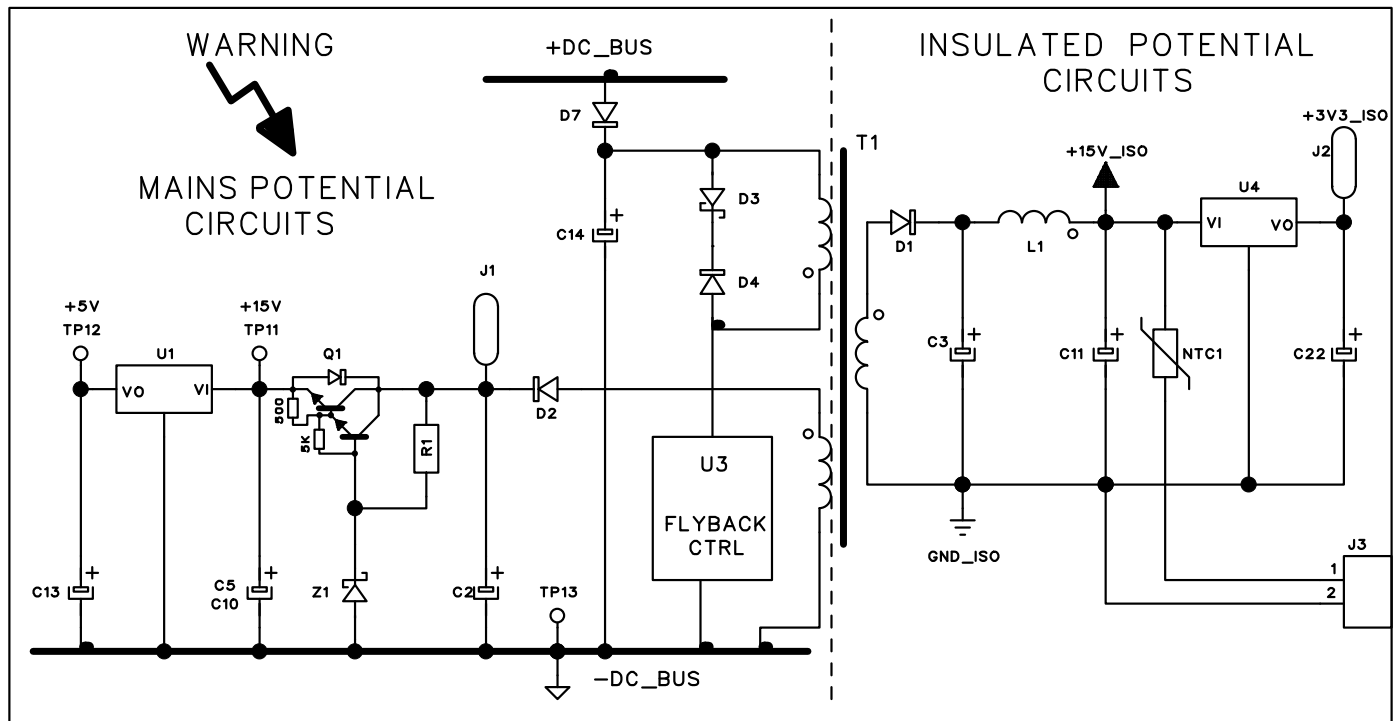

Fig. 2.3.2
Conectado directamente a los condensadores-DC, un convertidor flyback, presente en tarjeta potencia (45), genera las tensiones de alimentación de todos los circuitos del generador. Estas tensiones se miden en los conectores J2, J3 y en los test point J1, TP11, TP12, TP13 en tarjeta potencia (45), como indicado en Fig. 2.3.2.
- ◆ Si la tensión se mantiene en +320 Vdc controlar los circuitos del boost converter (U5, U7, Q5, Q6, D11, D12 etc.) y las tensiones en TP11 y TP12 de tarjeta potencia (45), como indicado en Fig. 2.3.2 (alimentaciones circuitos del boost converter).
- ◆ Sustituir tarjeta potencia (45).
- Tarjeta potencia (45), test point TP11(+), TP12(+) y terminal de R32 SHUNT o TP13(-) = tensiones como indicado en Fig. 2.3.2 (alimentación circuitos del boost converter).
- Tarjeta potencia (45), conectores J2 y J3 = tensiones como indicado en Fig. 2.3.2 (alimentación circuitos del inverter).
- ◆ Desconectar temporáneamente, con generador apagado, J3 y J7 de tarjeta potencia (45). Volver a encender el generador y verificar nuevamente las tensiones en tarjeta potencia (45). Si no correcto, individuar los componentes defectuosos en tarjeta potencia (45) basándose en el esquema de Fig. 2.3.2 y sustituirlos. Si correcto buscar la causa de la anomalía en el ventilador (44) o en la tarjeta panel (48).